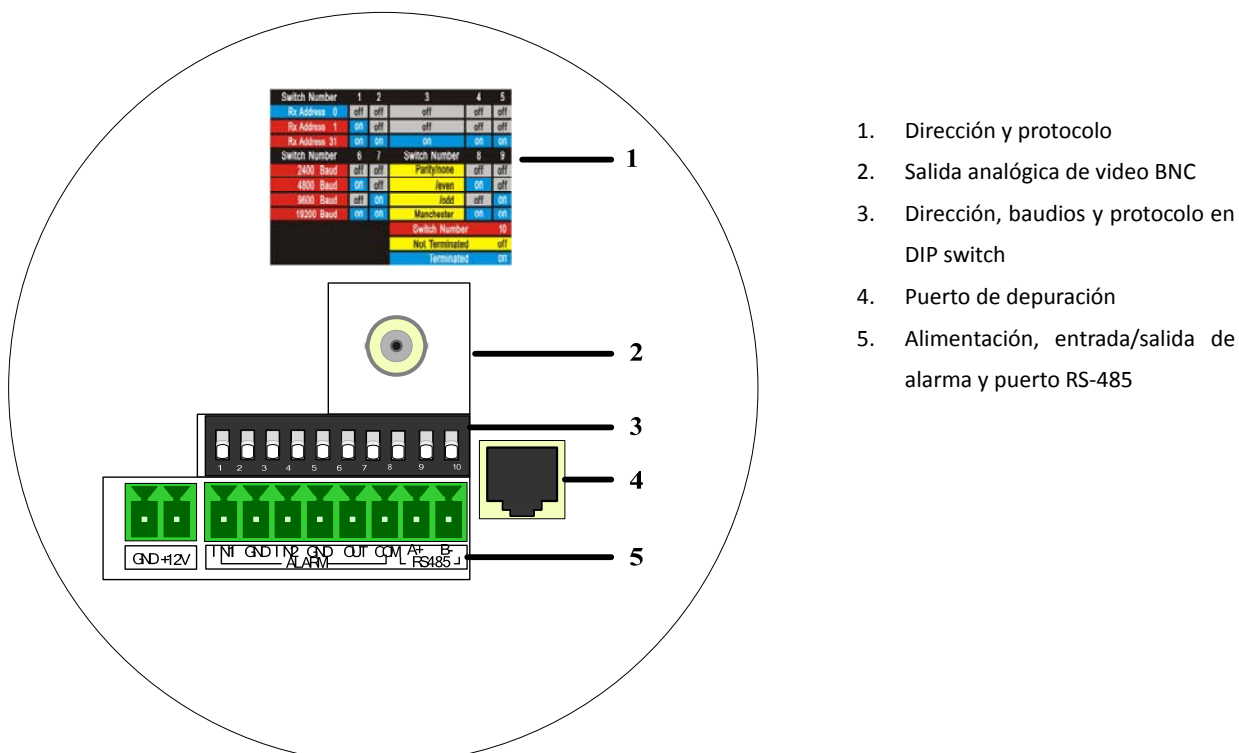

Fig 1.2.3 Placa de conexiones del domo analógico
1. Configure la dirección, los baudios y otros parámetros mediante el DIP switch situado en la parte inferior (ver figs 1.2.3 y 1.2.4). Consulte la sección 1.4 Configuración del DIP switch para fijar dirección, baudios, protocolo de comunicación etc.